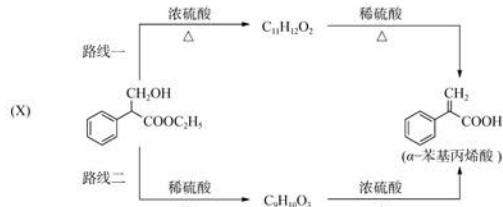

图5.8 两条合成路线示意图
- 问题：**•  $\alpha$ -苯基丙烯酸可用于合成人造龙涎香。用化合物X合成 $\alpha$ -苯基丙烯酸时，设计了两条合成路线如图5.8所示：